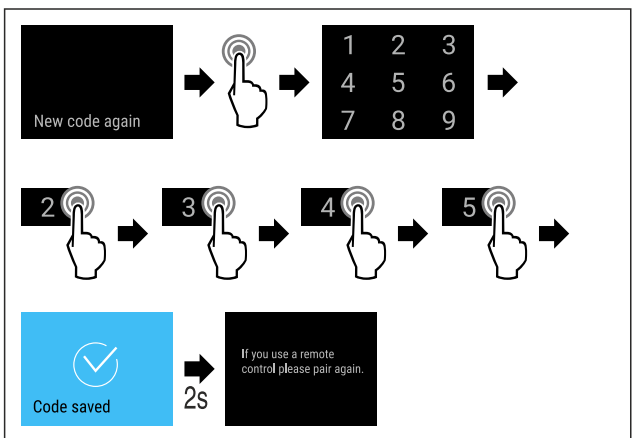

Fig. 83
- ▶ Suorita toimenpidevaiheet (katso Fig. 83).